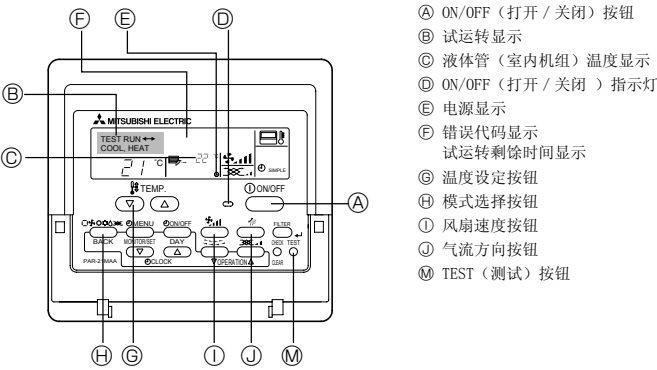

Fig. 8-1
8.2. 运行测试 (使用有线遥控器) (Fig. 8-1)
- ① 试运转前, 请打开电源至少 12 小时。
- ② 按 [TEST] (测试) 按钮两次。 ➡ “试运转” 液晶体显示
- ③ 按 [Mode selection] (模式选择) 按钮。 ➡ 确保空气由本机吹出。
- ④ 按 [Mode selection] (模式选择) 按钮并切换至冷却 (或加热) 模式。 ➡ 确保吹出冷 (或暖) 风。
- ⑤ 按 [Fan speed] (风扇速度) 按钮。 ➡ 请确定转移风扇速度。
- ⑥ 检查室内机组风扇操作。
- ⑦ 按 [ON/OFF] (打开 / 关闭) 按钮释放试运转。 ➡ 停止
- ⑧ 记录电话号码。